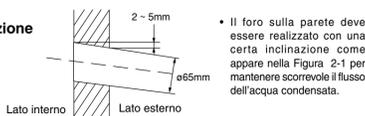

Figura 2-1
2.1 Praticare un foro nella parete come indicato in Figura 2-1, per mantenere il regolare scorrimento dell'acqua condensata.